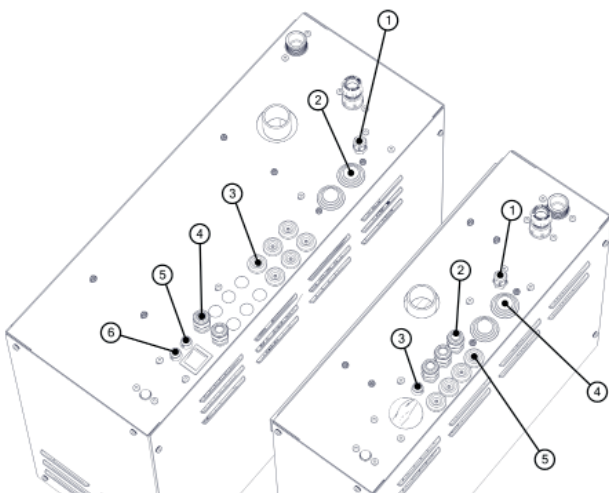

Abb. 13
Abb. 13 zeigt alle Durchführungen und Sicherungen für die Home- und Commercial-Versionen:
**Home (Abb. 13)**
**Commercial (Abb. 13)**